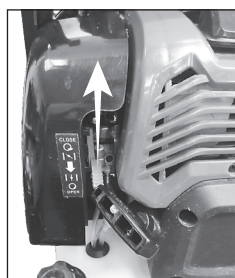

Рис. 16
2. Переведите рычаг воздушной заслонки в верхнее положение – |/| «Закрыто» (рис. 16).